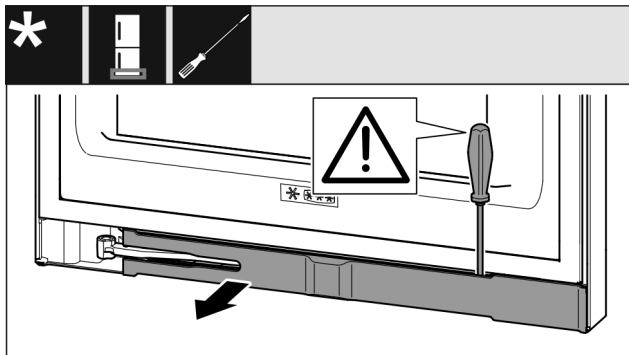

Fig. 14
- Blende mit Schlitzschraubendreher ausrasten und zur Seite schwenken. (siehe Fig. 14)